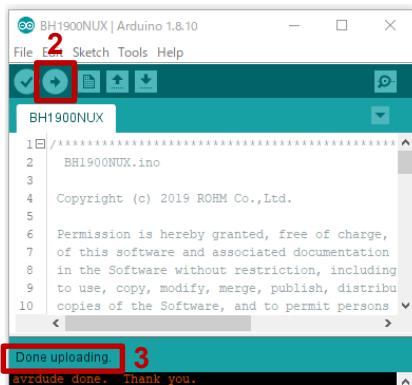

Figure 4. Upload 画面
2. 右矢印の Upload ボタンでプログラムの書き込み (Figure 4)
3. プログラムが正常に Upload できたか確認。赤枠部分のメッセージが "Done uploading." になっていることを確認 (Figure 4)